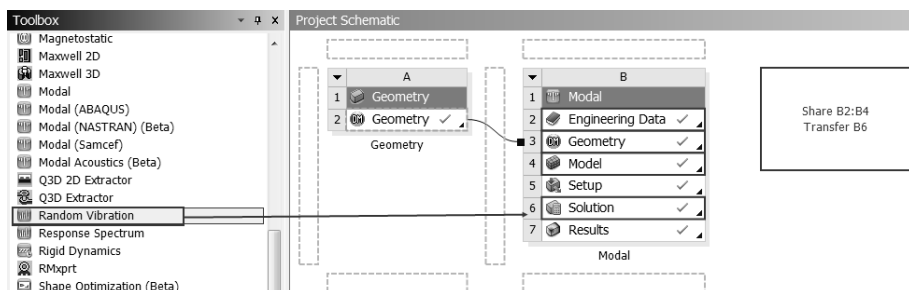

图 10-31 随机振动分析
Step1: 回到 Workbench 主界面, 如图 10-31 所示, 选择 Toolbox(工具箱)中的 Analysis Systems Random Vibration (随机振动分析) 命令不放, 直接拖曳到项目 B (Modal) 的 B6 中。